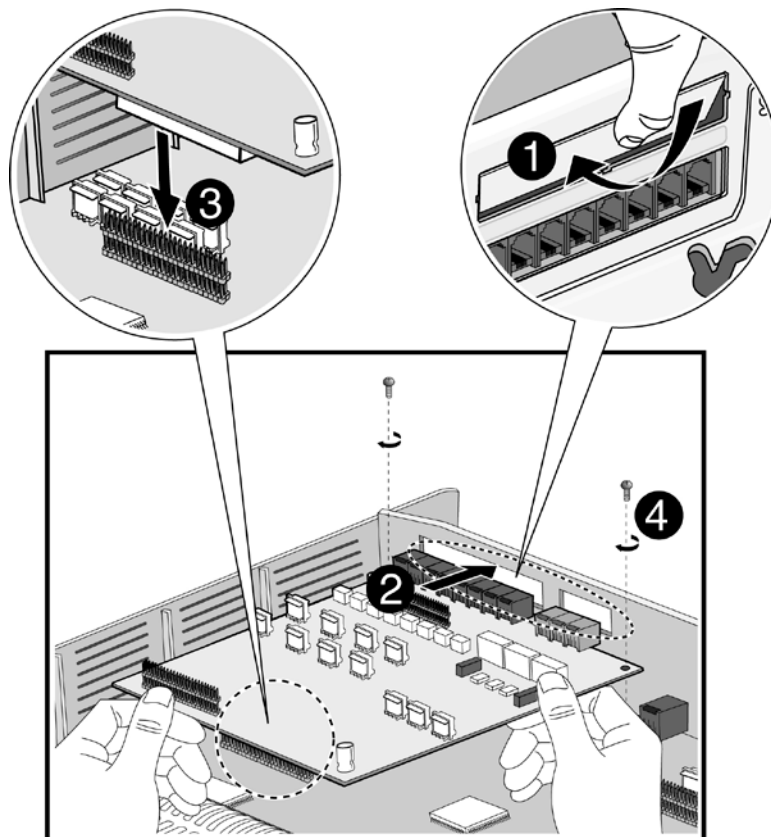

Рис. 4.1 Установка платы
1. Перед установкой платы удалите заглушку, как показано на Рис. 4.1 #1.